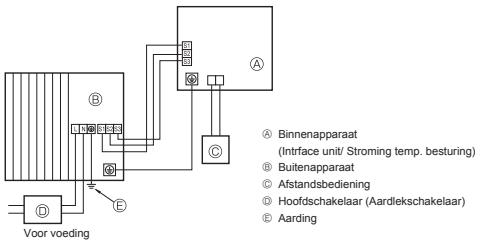
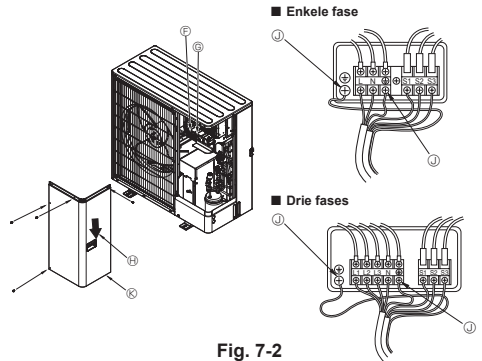

Fig. 7-1
Fig. 7-2
7.1. Buitenapparaat (Fig. 7-1, Fig. 7-2)
- ① Verwijder het onderhoudspaneel.
- ② Sluit de kabels aan aan de hand van Fig. 7-1 en Fig. 7-2.